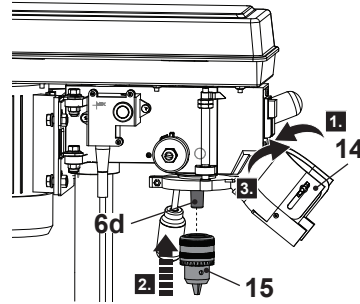

Fig. 6
1. Pliegue el protector del mandril (14) (Fig. M, paso 1).
2. Monte el mandril (15) en el husillo (6d) (Fig. 6, paso 2).
3. Coloque un trozo de madera en la mesa de perforación (13).
4. Gire las palancas de avance (7) para bajar el mandril (15) a la posición más baja para forzar el mandril en el husillo (6d).
5. A continuación, incline la protección del mandril (14) (Fig. 6, paso 3).